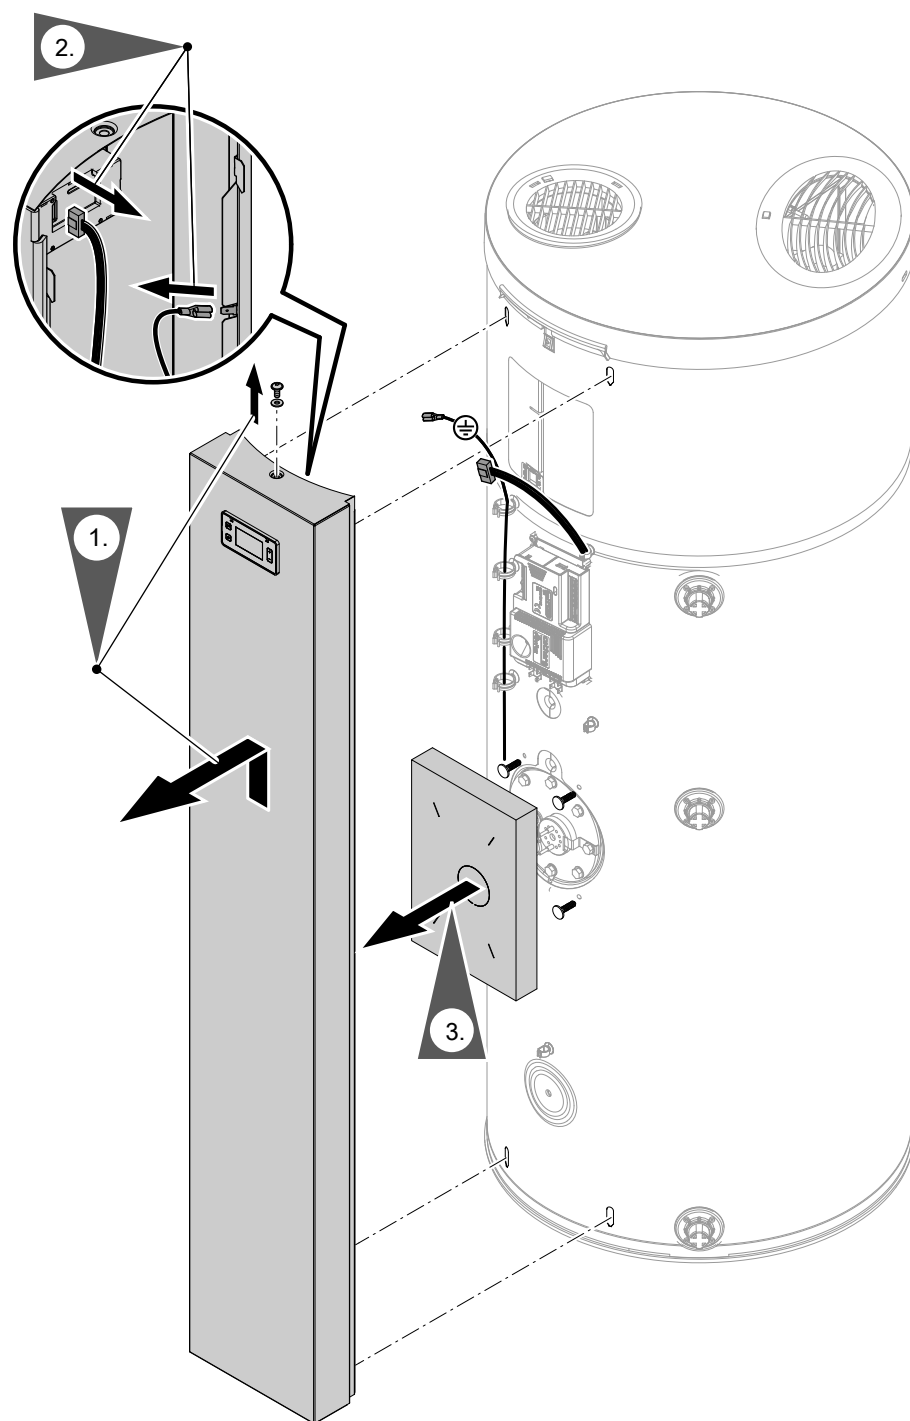

Fig. 27
2. Desmontar el embellecedor frontal, consultar la fig. 27.
3. Soltar los cables eléctricos (B) de la regulación de la bomba de calor (A).
3. Desmontar el embellecedor frontal, consultar la fig. 27.
10. Montar el embellecedor frontal con cable de puesta a tierra, consultar la fig. 27.
- (A) Regulación de la bomba de calor
- (B) Desbloqueo:
- (C) Blanco: desbloqueado
- (D) Rojo: bloqueado
2. Desmontar el embellecedor frontal, consultar la fig. 27, página 49.
3. Presionar el desbloqueo rojo con un destornillador. El desbloqueo se vuelve blanco (C).
4. Montar el embellecedor frontal con cable de puesta a tierra, consultar la fig. 27.